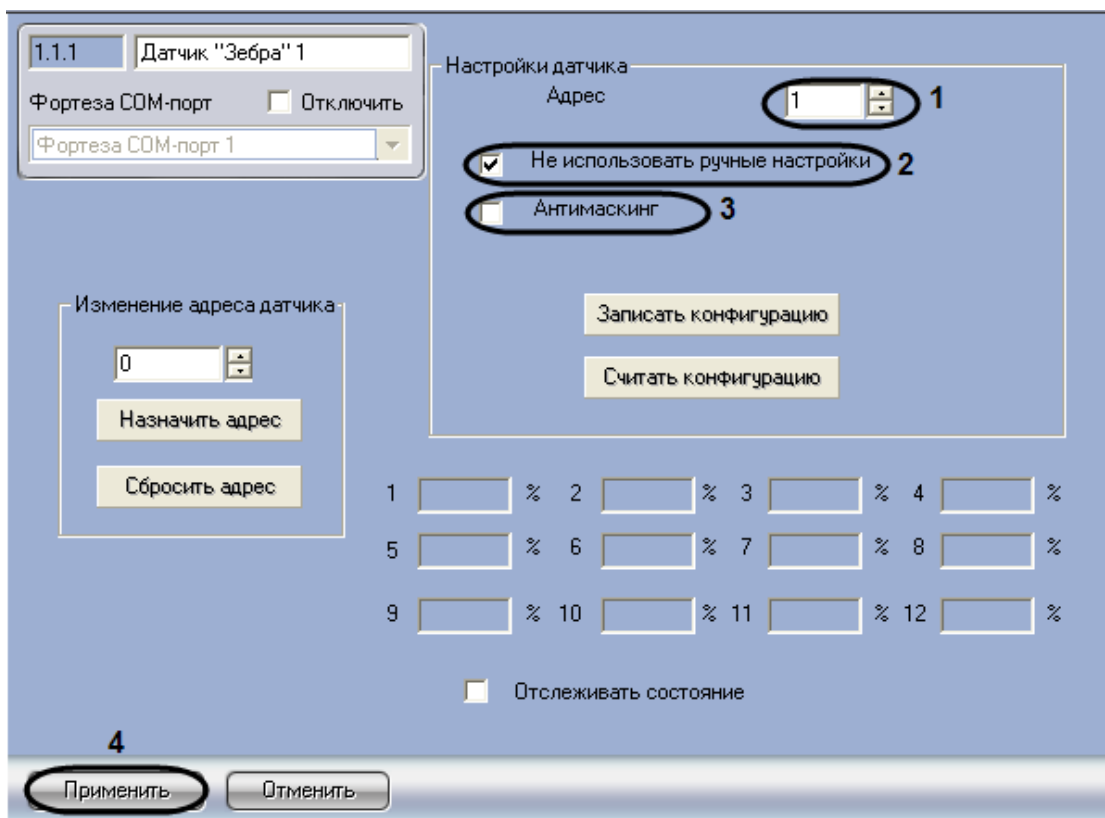

Рис. 3.5—2 Настройка датчика Зебра
2. В поле **Адрес** отображается аппаратный адрес подключенного датчика *Зебра* (см. Рис. 3.5—2, 1). Адрес считывается из устройства при автоматическом построении дерева объектов. Для изменения адреса следует воспользоваться группой **Изменение адреса датчика** (см. раздел *Изменение адреса датчика*).
3. В случае, если требуется использовать в устройстве настройки, произведенные из ПК *Интеллект*, необходимо установить флажок **Не использовать ручные настройки** (см. Рис. 3.5—2, 2). В случае, если требуется использовать настройки, установленные физически с помощью регуляторов на плате датчика, необходимо снять данный флажок.